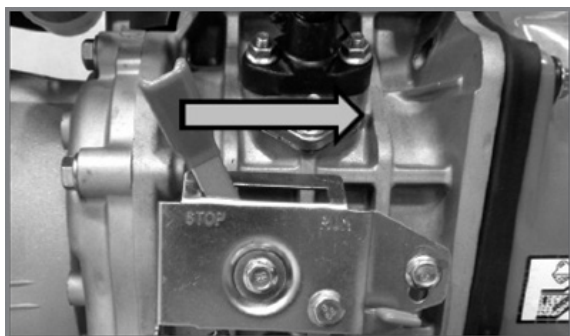

Рис. 4
2. Переведите рычаг регулировки оборотов в положение «Работа» (рис.4).
3. Переведите рычаг включения двигателя в положение «Работа» (рис. 4).